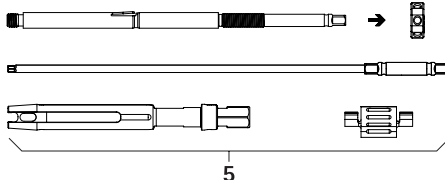

Afb. 2
- Demonteer de repositiehefboom 4, zie Afb. 2. Druk krachtig op knop A en verwijder schroevendraaier FW234R.